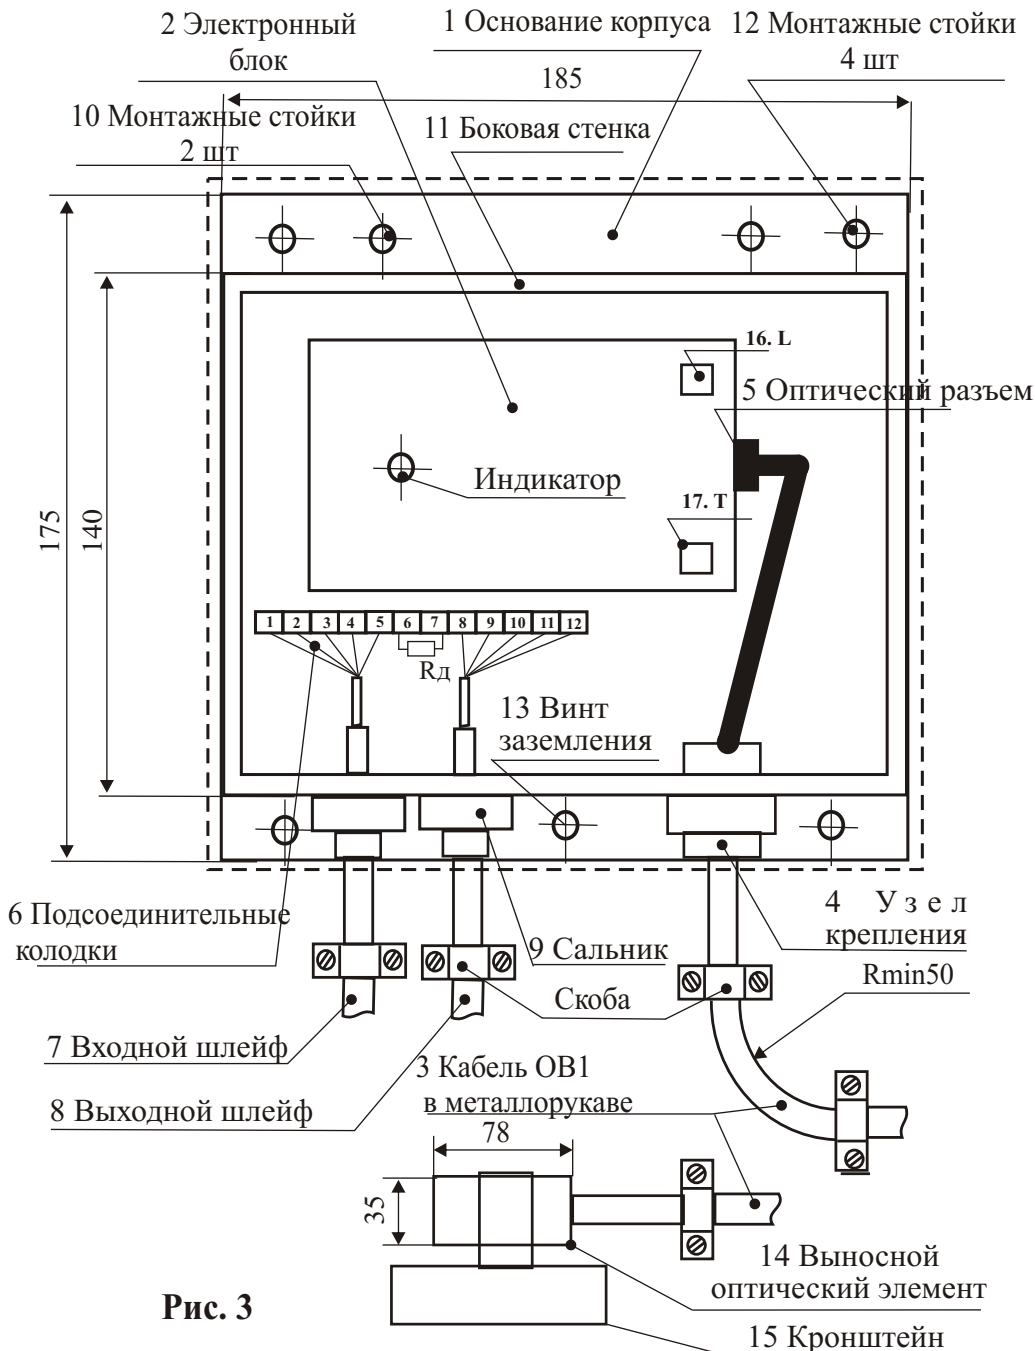

Рис. 3
2.2.7 Установить с помощью переключателя Т (поз. 17 на рис. 3 в Приложении) время срабатывания. Увеличенное время срабатывания 21с выбирается для повышения помехозащищенности извещателя. В положении СЛ включается специальный режим работы. После срабатывания извещатель находится в режиме “Пожар” в течение 10 сек. Если за это время фактор пожара исчезает, то извещатель переходит в дежурный режим.
2.2.8 Установить с помощью переключателя L (поз. 16 на рис. 3 в Приложении) дальность обнаружения 30м ($L=30$), или уменьшенную дальность 15м ($L=15$). Уменьшенная дальность - при оптических помехах и небольших размерах помещения.